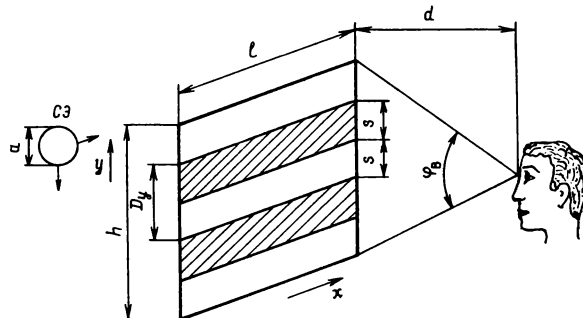

Рис. 5. Наблюдение горизонтальных полос
На рис. 5 показан угол охвата $\varphi_{\text{в}}$, под которым наблюдатель видит высоту изображения h ; на высоте h размещаются горизонтальные черные и белые полосы (штрихи, линии). По аналогии с (15) имеем $\varphi_{\text{в}}^{\circ} = 57,3/\rho$.
Г. Пространственная частота изображения по вертикали (по оси y). Обозначается F^y , выражается числом пл на h , т. е. числом пар линий, размещающихся на высоте изображения h . Из рис. 5 имеем в кадре